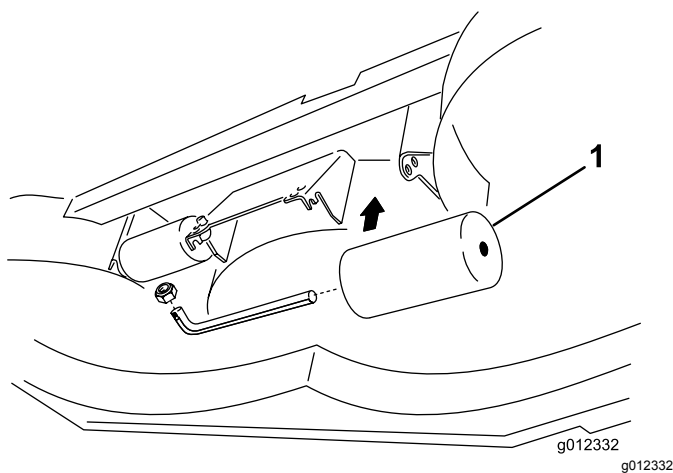

Bild 12
2. Stellen Sie die Heckrollen (intern) ein, wie in Bild 12 abgebildet.